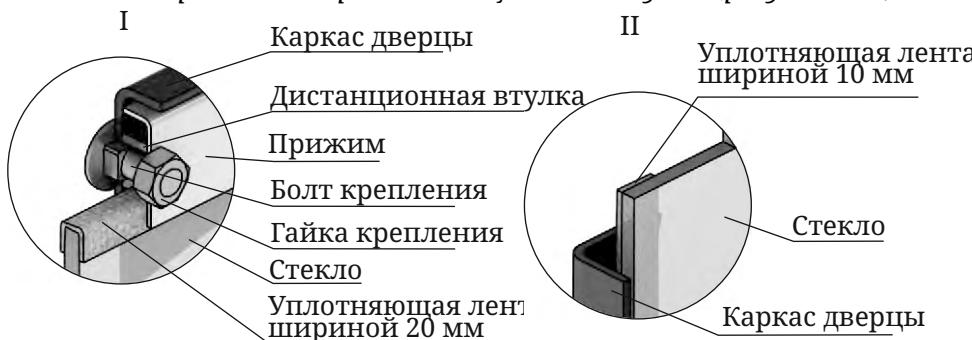

Рисунок 11. Крепление светорозрачного экрана дверцы модификации «Витра»
1. Открутите две гайки, фиксирующие прижим (рисунок 11.I), и демонтируйте его и дистанционные втулки.
лента шириной 20 мм наклеивается сверху и снизу стекла «П»-образно (рисунок 11.I), лента шириной 10 мм наклеивается вертикально, вдоль боковых сторон стекла (рисунок 11.II).
4. Вставьте стекло в упор, при этом лента наклеенная с боковых сторон (вертикальная) должна быть зажата между стеклом и каркасом дверцы (рисунок 11.II).
Внимание! Гайки крепящие прижим накручиваются на болты крепления через дистанционные втулки (рисунок 11.I).